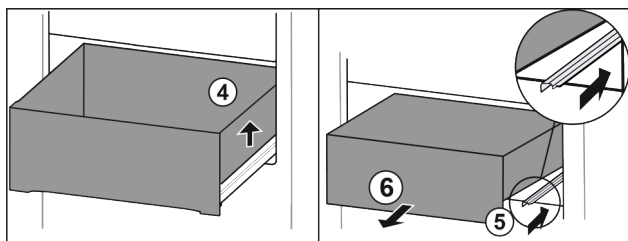

Fig. 75
- ▶ Dvignite predal desno. Fig. 75 (4)
- ▶ Vstavite desno vodilo. Fig. 75 (5)
- ▶ Predal vzemite ven v smeri naprej. Fig. 75 (6)